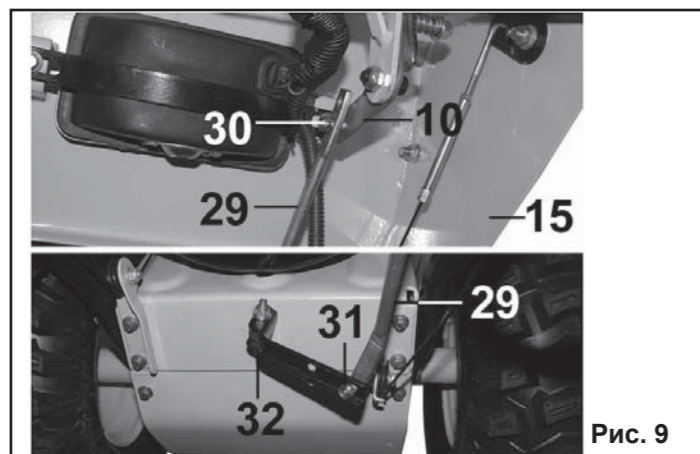

Рис. 9
6.5. Установка тяги рычага переключения передач (Рис.9).